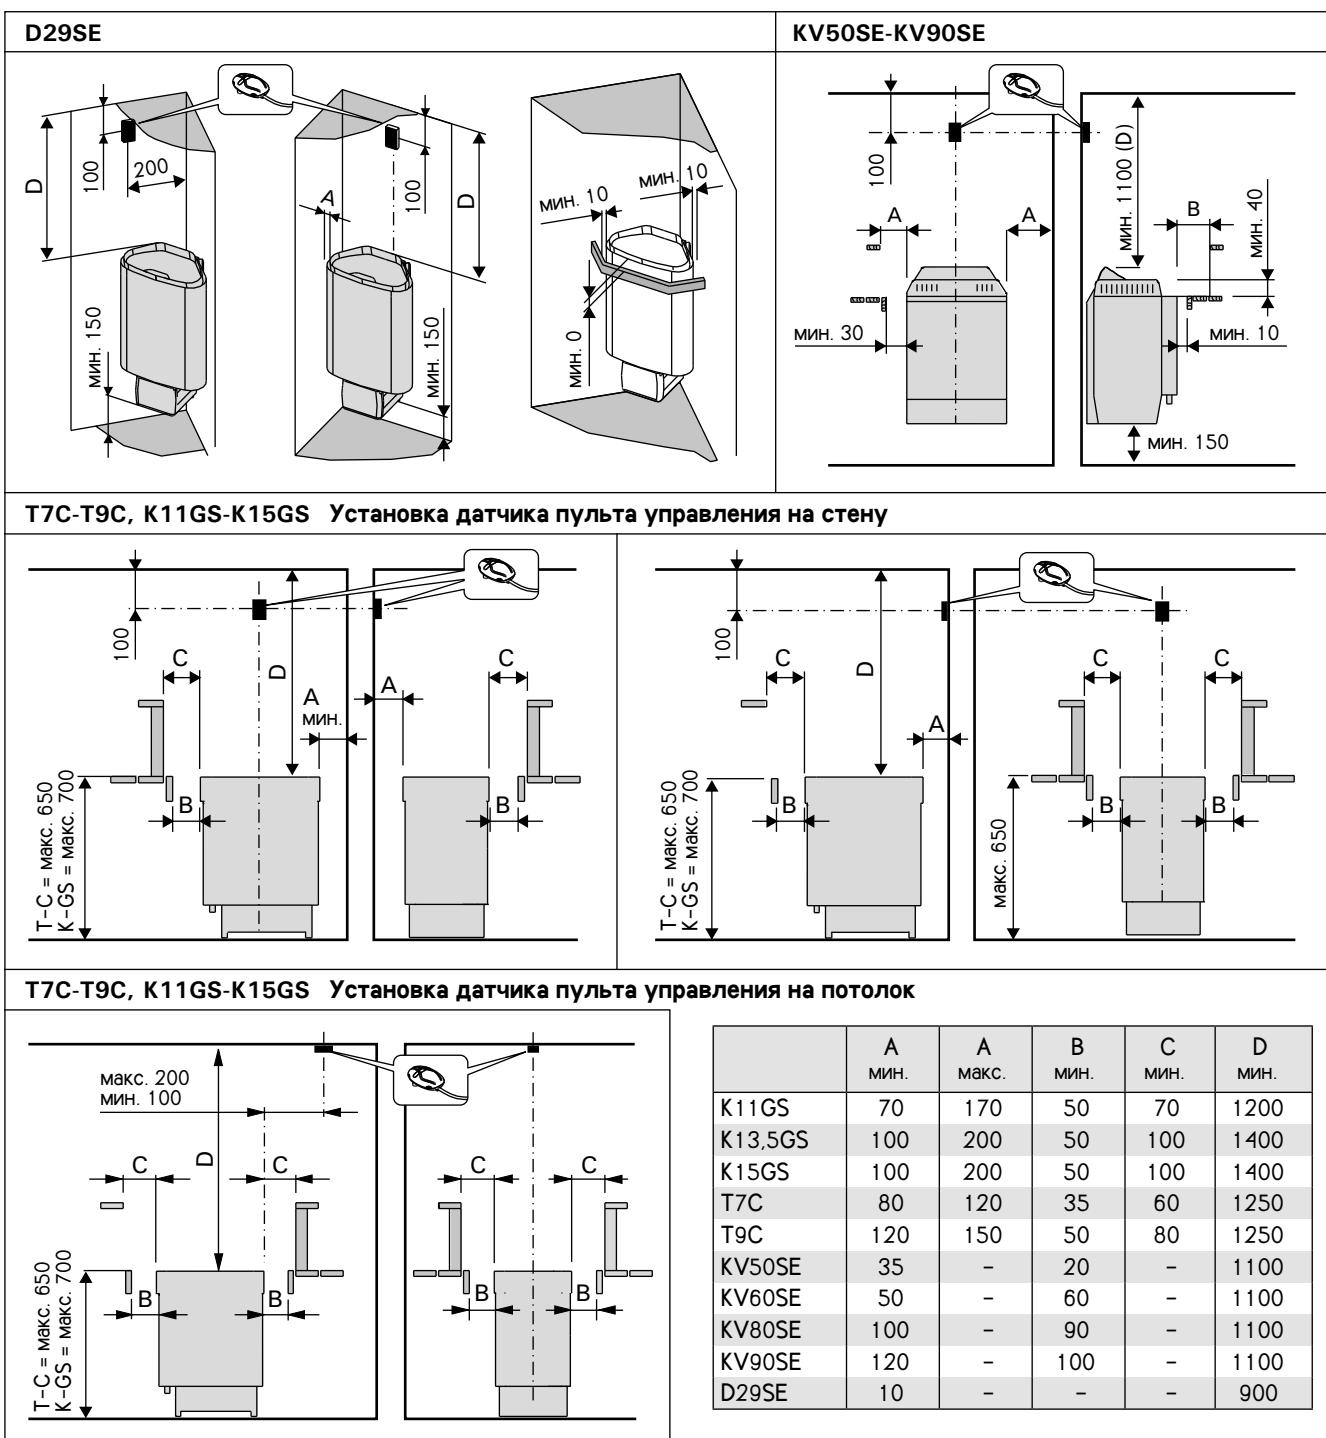
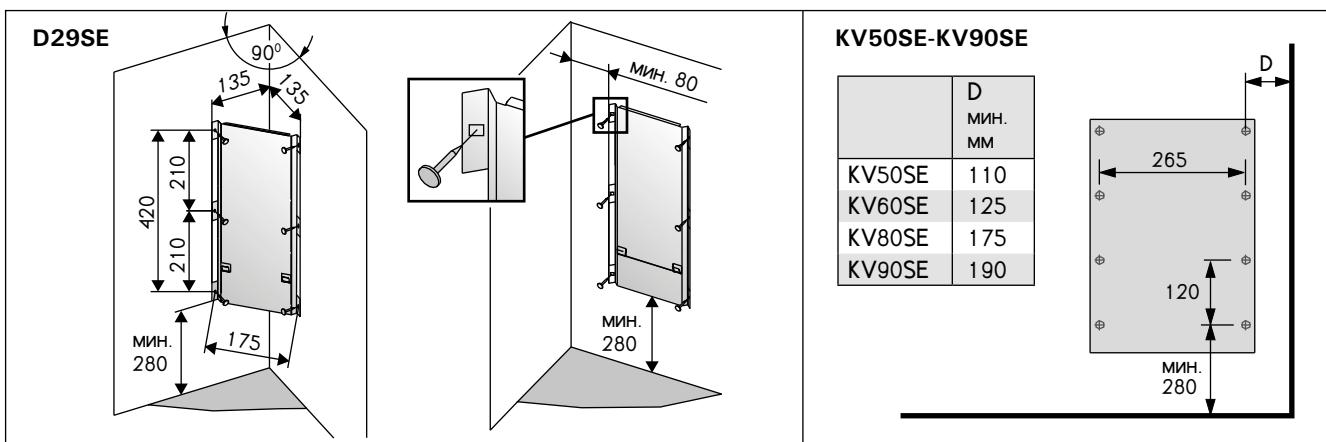

Рисунок 5. Расстояния безопасности (все размеры приведены в миллиметрах)
Рисунок 6. Установка креп. жной рамы (все размеры приведены в миллиметрах)
- При расположении каменки выполняются условия минимальных расстояний, изображенных на рис. 5 и указанных в таблице 2.
- Прикрепите установочный кронштейн к стене винтами, входящими в комплект поставки кронштейна. Соблюдайте безопасные минимальные расстояния, указанные на рисунке 5. Установочные размеры кронштейна показаны на рис. 6.
- С помощью прилагаемых шурупов прикрепите к стене монтажную раму, соблюдая минимальные расстояния, указанные в таблице 2 и на рис. 5. Установка рамы изображена на рис. 6.
Перед установкой необходимо принять во внимание минимальные расстояния до легковозгораемых материалов. См. табл. 2 и рис. 5.
При установке защитного ограждения вокруг каменки следует соблюдать расстояния, указанные на рис. 5 и таблице 2.